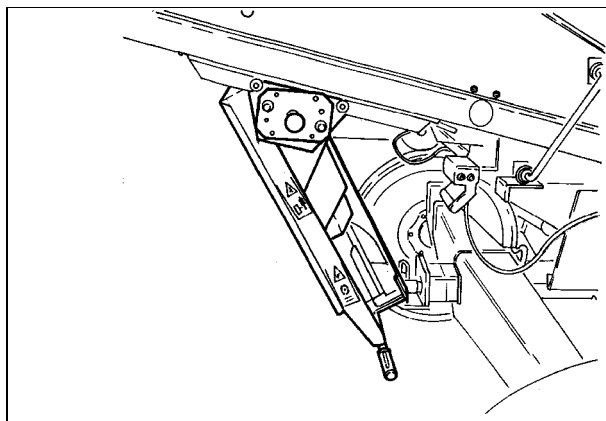
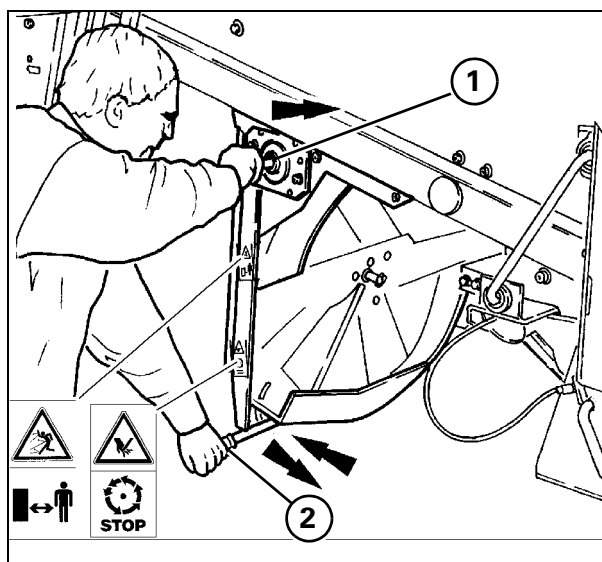

Рис. 36
Рис. 40
#### РАБОЧЕЕ ПОЛОЖЕНИЕ И ПОЛОЖЕНИЕ ДЛЯ ПРОВЕДЕНИЯ ТЕХНИЧЕСКОГО ОБСЛУЖИВАНИЯ - Рис. 36 – Рис. 40
- - вперед (Рис. 36);